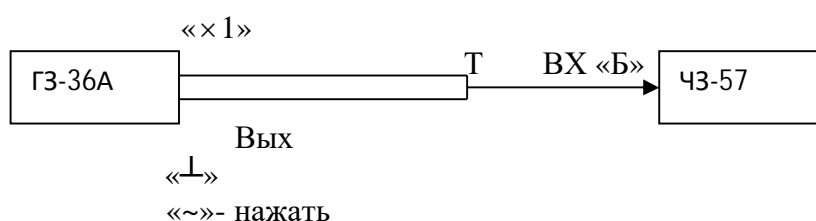

Рис.4. Схема измерений длительности импульсов сигналов.
- на ГЗ-36А – включено « \sim » (Рис.4).
8.3. Собрать схему для измерения длительности импульсов сигналов (Рис.4).
3.3.2. Для этого необходимо выполнить все действия, изображенные на Рис.4., т.е.: